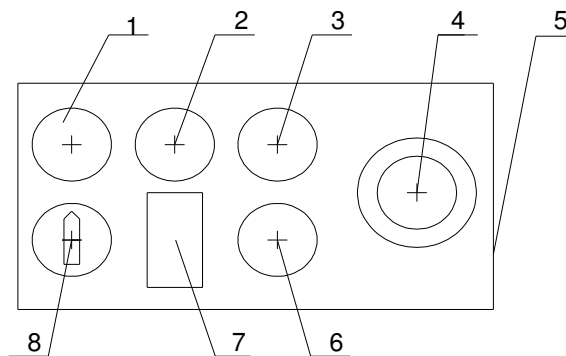

рис.3
4.1. ОРГАНЫ УПРАВЛЕНИЯ - Рис.3
1. Старт /стоп/ главный двигатель - Рис.3
2. Главный рубильник - Рис.3